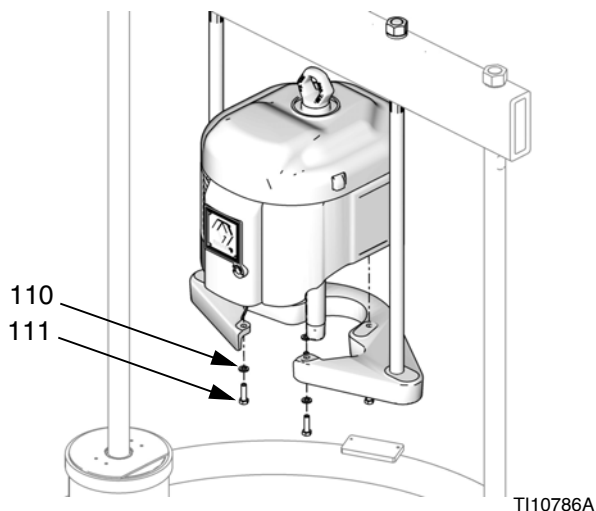

Рис. 25
- б. Для NXT с опорной емкостью меньшего размера (устройства подачи D200 3 дюйма и D200 6,5 дюйма): Удалите винты (111) и
шайбы (110), крепящие двигатель к монтажной плите. См. Рис. 25.
6. Установите монтажную пластину (109), чтобы верхняя часть двигателя не касалась поперечины. См. Рис. 25. С помощью соответствующего подъемного устройства, подсоедините двигатель к монтажной пластине (109) с помощью винтов (111) и шайб (110).